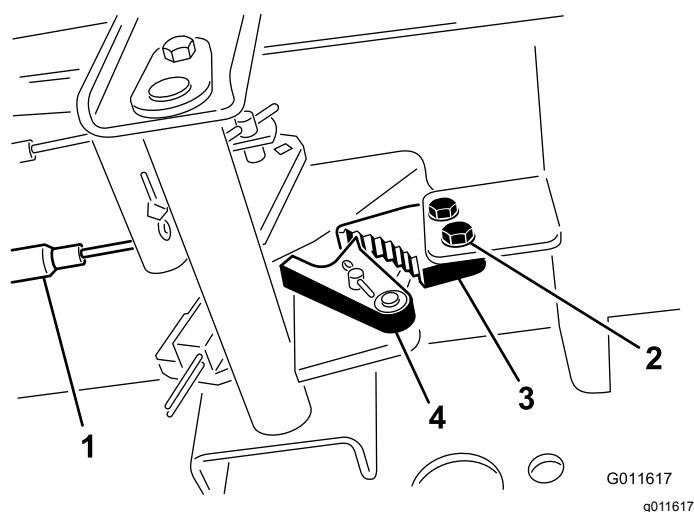

Figure 98
1. Desserrez les 2 vis qui fixent le cliquet du frein de stationnement au cadre (Figure 98).
2. Appuyez sur l'avant de la pédale du frein de stationnement jusqu'à ce que le verrou s'engage complètement sur le cliquet du frein (Figure 98).